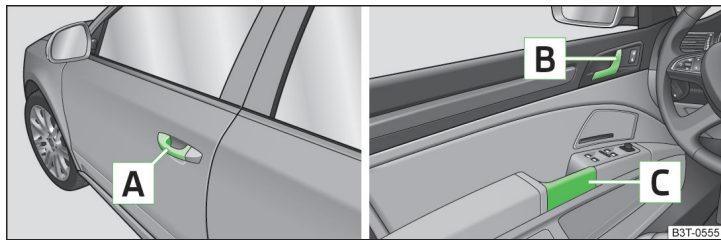

Abb. 33 Türgriff/Türöffnungshebel
- Am Türgriff **A** » Abb. 33 der jeweiligen Tür ziehen.